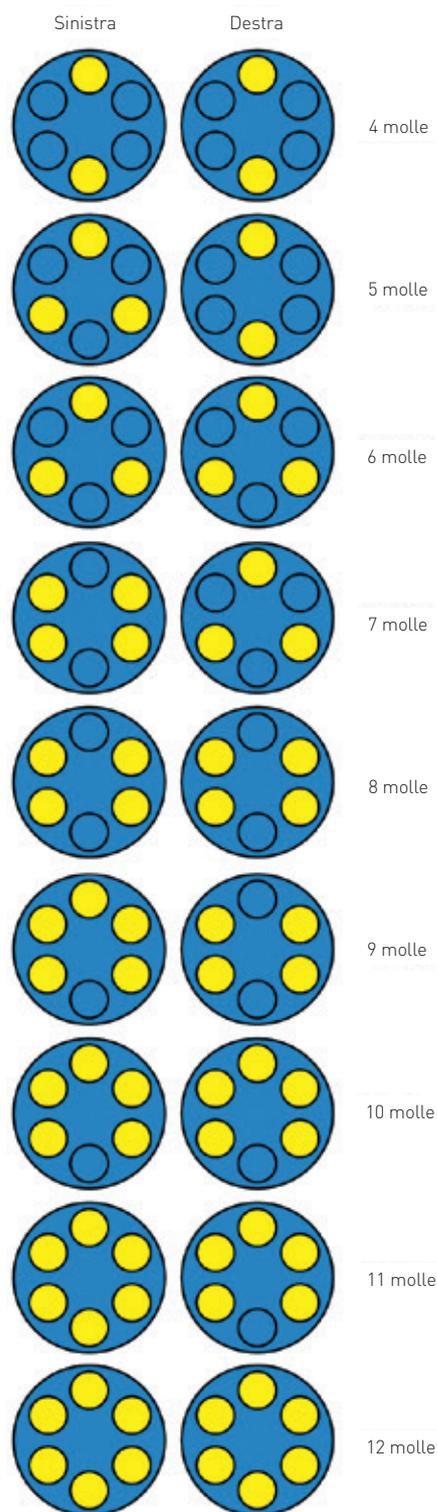

FIGURA 6 - Distribuzione delle molle
- a. Ruotare il pignone (2) in senso orario in posizione di chiusura.
- c. Posizionare il numero corretto di pacchi molla (6) nelle cavità poste sulla testa del pistone. Per una durata di vita prolungata, assicurarsi di dividere il numero di molle in modo regolare sui due lati, con una differenza massima di una molla, e di seguire le configurazioni indicate in Figura 6, in base al numero di molle.
3. Inserire le guarnizioni dei coperchi terminali (20) sui coperchi terminali (4) applicando un leggero strato di lubrificante.
4. Posizionare il coperchio terminale sopra i pacchi molla, assicurandosi che le molle siano correttamente inserite nelle apposite cavità. Fissare il coperchio terminale al corpo utilizzando le apposite viti (22) e rondelle (15). Serrare le viti del coperchio terminale applicando il valore di coppia consigliato (tabella 2). Assicurarsi che le molle restino in posizione durante l'assemblaggio del coperchio terminale.
5. Installare l'indicatore di posizione (25) sulla parte superiore dell'attuatore.
5. Inserire il prigioniero sinistro (di apertura) del fermo meccanico (21) insieme ai relativi o-ring (19), rondelle (14) e dado di blocco (23), fino a quando il prigioniero non tocca la camma dei fermi meccanici di fine corsa. Serrare il dado di blocco.
7. Inserire il prigioniero destro (di chiusura) del fermo meccanico (21) insieme ai relativi o-ring (19), rondella (14) e dado di blocco (23), fino a quando il prigioniero non tocca la camma dei fermi meccanici di fine corsa. Serrare il dado di blocco. La posizione dei prigionieri dei fermi meccanici deve essere verificata dopo l'assemblaggio della valvola e regolata, se necessario.
- c. Posizionare il numero corretto di molle nelle cavità poste sulla testa del pistone. Seguire gli schemi di configurazione riportati in Figura 6, in base al numero di molle. Per una durata di vita prolungata, assicurarsi di dividere il numero di molle in modo regolare sui due lati, con una differenza massima di una molla.
9. Inserire le guarnizioni dei coperchi terminali (20) sui coperchi terminali (4) applicando un leggero strato di lubrificante.
10. Posizionare il coperchio terminale sopra i pacchi molla e fissare il coperchio terminale al corpo utilizzando le apposite viti (22) e rondelle (15). Serrare le viti del coperchio terminale applicando il valore di coppia consigliato in tabella. Assicurarsi che le molle restino in posizione durante l'assemblaggio del coperchio terminale.
11. Installare l'indicatore di posizione (25) sulla parte superiore dell'attuatore.
Il numero di molle utilizzato può variare tra 4 e 12 pezzi. Per una durata di vita prolungata, assicurarsi di dividere il numero di molle in modo regolare sui due lati, con una differenza massima di una molla, e di seguire le configurazioni indicate in Figura 6, in base al numero di molle.